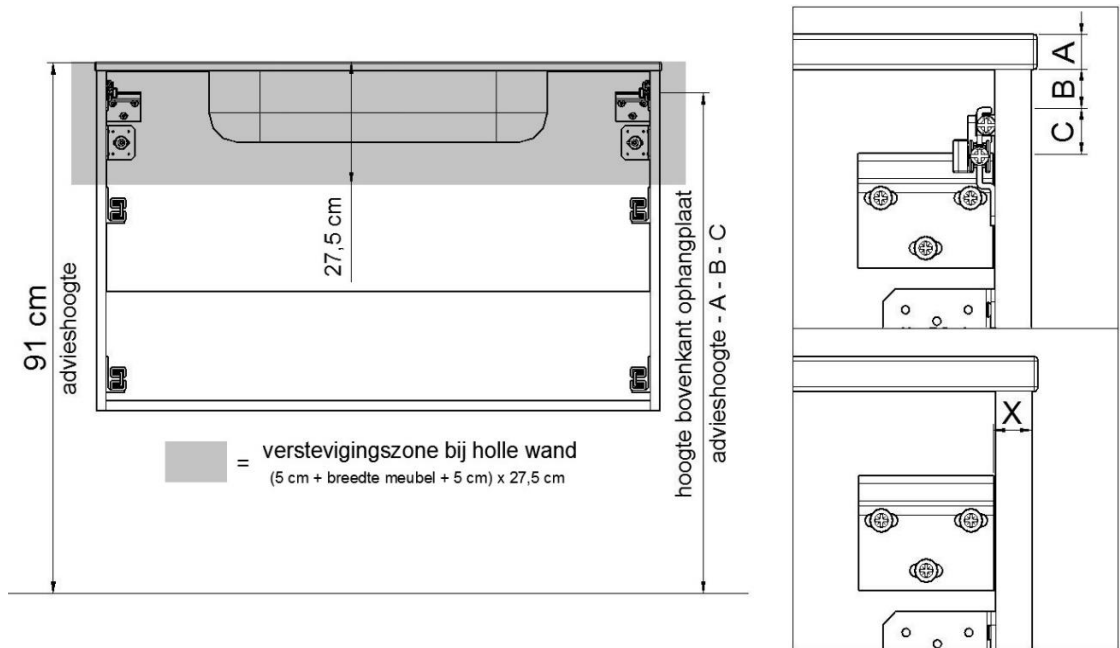

Fig. 1
4. Mesurez à présent la distance depuis la face supérieure du sous-meuble jusqu'à la face supérieure du crochet de suspension (B) et ajoutez-y une distance fixe (C) (cf. figure 1).
6. La distance fixe depuis la face latérale extérieure d'un côté jusqu'au milieu du crochet de suspension est de 19 mm = X (cf. figure 1). Indiquez cette distance verticalement sur la ligne horizontale que vous venez de tracer sur le mur. Faites à présent de même pour l'autre côté. De façon générale, appliquez ce même principe s'il y a, le cas échéant, plusieurs crochets de suspension.